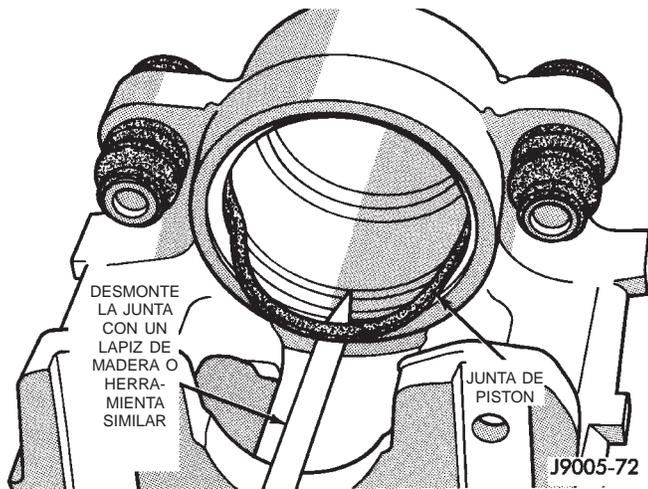

Fig. 49 Desmontaje de junta de pistón
(6) Retire la junta del pistón del calibrador con una herramienta de plástico o madera (Fig. 49). No utilice herramientas metálicas porque pueden rayar el hueco del pistón.